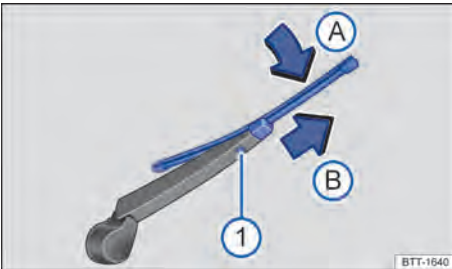

Abb. 178 Am Fahrzeugheck: Scheibenwischerblatt der Heckscheibe wechseln.
① Entriegelungstaste.
2. Entriegelungstaste gedrückt halten → Abb. 178 ①.
3. Scheibenwischerblatt in Richtung Scheibenwischerarm kippen → Abb. 178 A und gleichzeitig in Pfeilrichtung abziehen B. Dazu kann ein erhöhter Kraftaufwand notwendig sein.
4. Neues Scheibenwischerblatt gleicher Länge und Ausführung auf den Scheibenwischerarm entgegen der Pfeilrichtung schieben → Abb. 178 B, bis es einrastet. Dabei muss sich das Scheibenwischerblatt in abgeklappter Position befinden A.